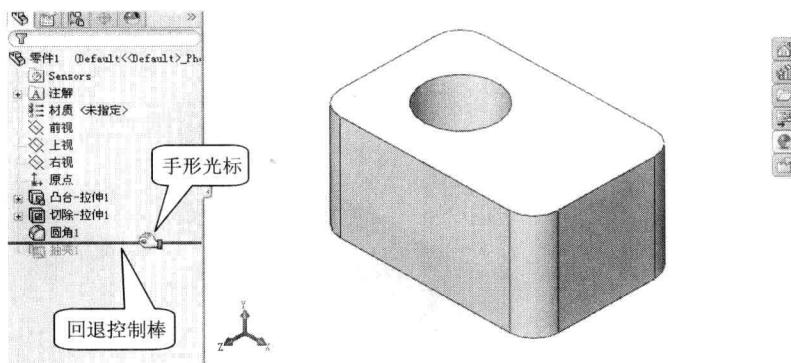
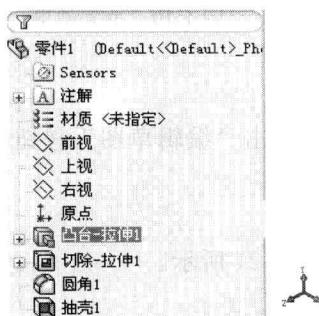

图 1-22 上移“回退棒”
图 1-23 显示“凸台-拉伸 1”尺寸
- (4) 在特征树上单击“凸台-拉伸 1”，在弹出的快捷菜单中单击“编辑特征”按钮，将方向 1 下的深度值改为“90”，单击“确定”按钮，模型高度增高 30mm。
- (5) 移动光标到特征树下的“回退棒”(光标变为手形)，将“回退棒”上移到“抽壳 1”上方，结果如图 1-22 所示。
- (6) 再将“回退棒”下移到“抽壳 1”下方，恢复原状。
- (7) 单击特征树中“凸台-拉伸 1”，模型中显示“凸台-拉伸 1”的尺寸，如图 1-23 所示。